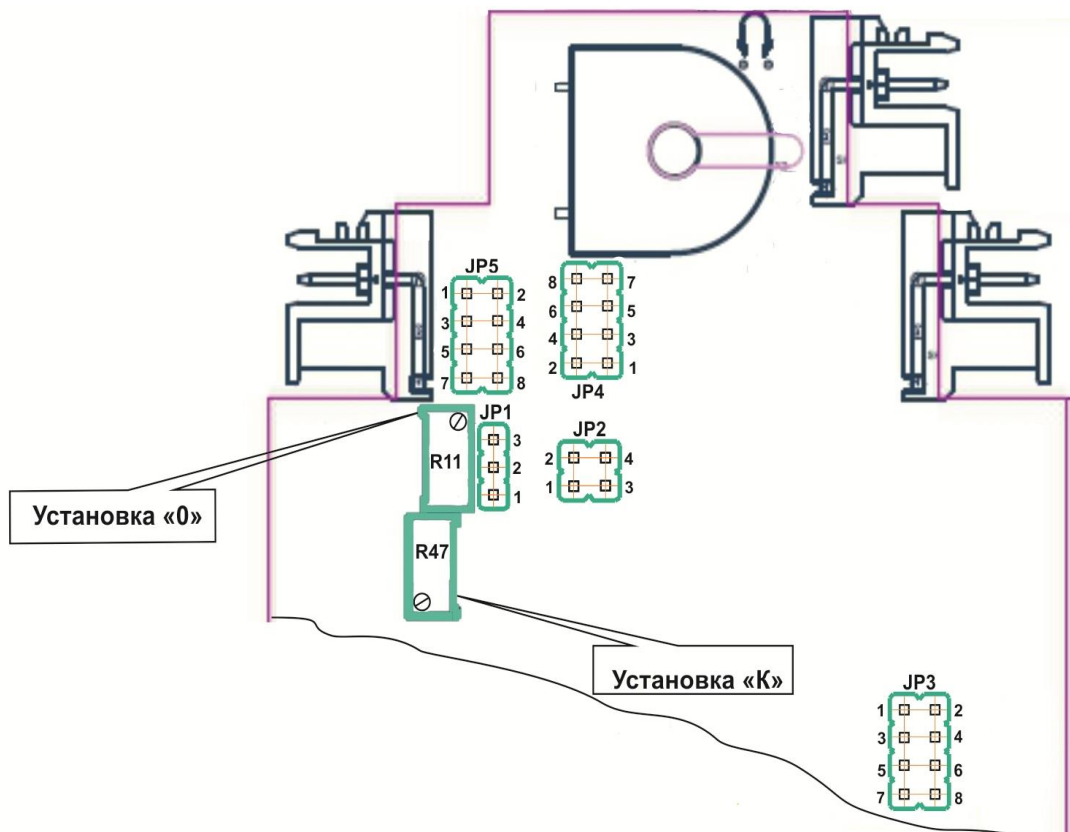

Рисунок 3.1- Розміщення блоків перемичок вибору вхідних і вихідних сигналів
3.2.3 Перед монтажем перетворювача на DIN-рейку перевірте установку перемичок, що відповідають різним типам вхідних і вихідних сигналів, зазначених у таблиці 3.1 (див. рисунок 3.1).
3.2.4 Час перетворення для ПНС-103 згідно із заводською установкою дорівнює 6 сек - це максимальний час, необхідний для перетворення значення вхідного сигналу при різкій його зміні (на повний діапазон шкали від 0% до 100% або навпаки). Якщо необхідно скоротити цей час, потрібно змінити положення перемичок JP3 (див. рисунок 3.1) відповідно до таблиці 3.2.
Проконтролюйте за допомогою вимірювального приладу вихідні сигнали перетворювача. При необхідності, обертаючи вісь потенціометра R11 (установка «0») (див. рис. 3.1), встановіть на вимірювальному приладі початкове значення вихідного сигналу, що відповідає 10 % від вказаного в паспорті приладу.
4.1.9.3 Встановіть на калібраторі змінного струму значення сигналу, що дорівнює кінцевому значенню вхідного сигналу перетворювача. Проконтролюйте за допомогою вимірювального приладу вихідні сигнали перетворювача. При необхідності, обертаючи вісь потенціометра R47 (установка «К») (див. рис. 3.1), встановіть на вимірювальному приладі кінцеве значення вихідного сигналу, вказане в паспорті приладу.